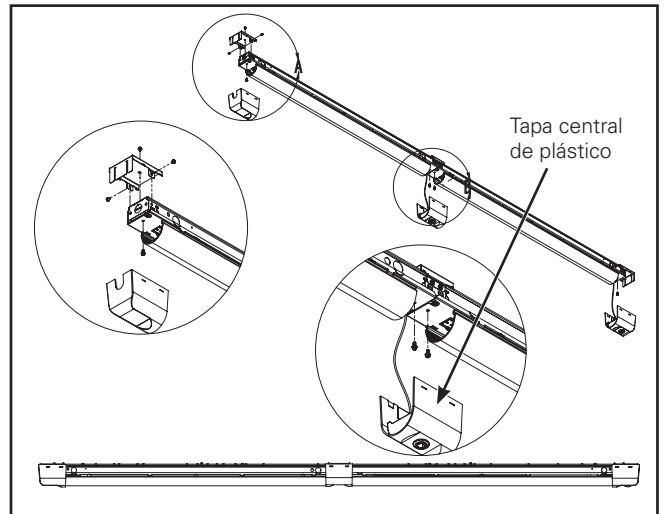

Figura 7.
5. Instale el soporte del extremo y la cubierta del canal en el alojamiento del canal con los tornillos incluidos (Figura 7).